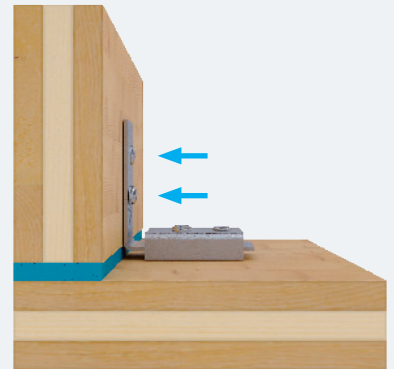

Imagen 9 - Pasos de instalación de Straviwood WallBracket, que muestra el sistema de precompresión, diseñado para evitar la sobrecompresión.
- Sistema de precompresión sencillo y seguro (consulte la imagen 9).